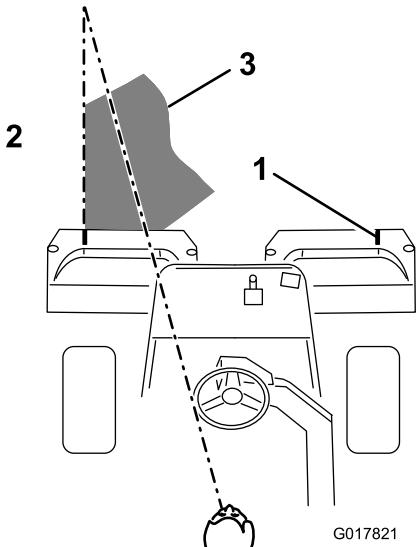

图39
- 掉头回来的下一道，请与前一道保持最小的交叠量。为了保持以直线方式穿过果岭，并使得机器与此前剪草的边缘保持等距，请在机器前到果岭未剪部分的边缘虚构一条长约 1829~3048mm 的视线（图39）。有人发现，将方向盘的外缘看作视线的一部分非常有用；即让方向盘边缘对准与机器前面始终保持等距的某个点（图39）。